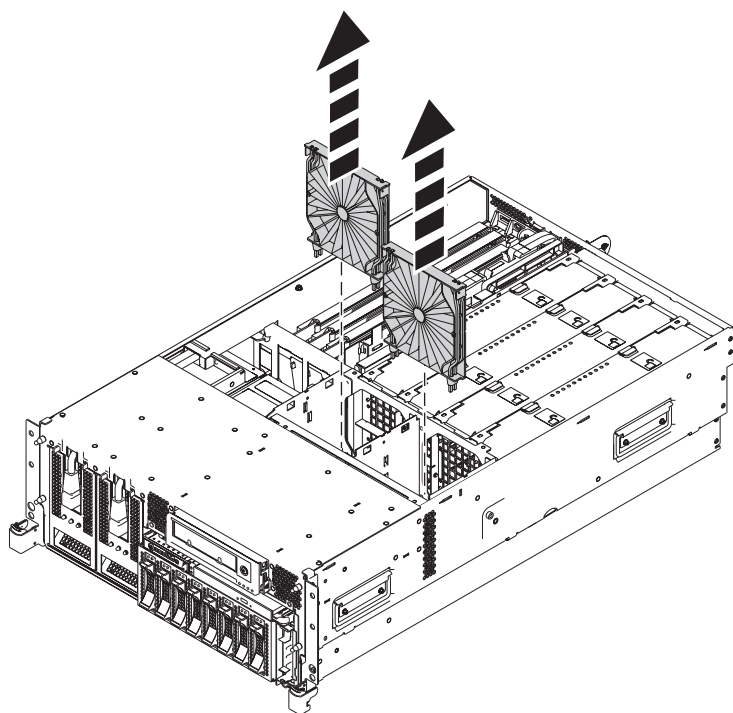

Figura 3. Extraer los deflectores de aire del chasis de ventilador
- b. Para extraer los ventiladores, tire de ellos para sacarlos de su receptáculo, como se muestra en la Figura 3 en la página 6.